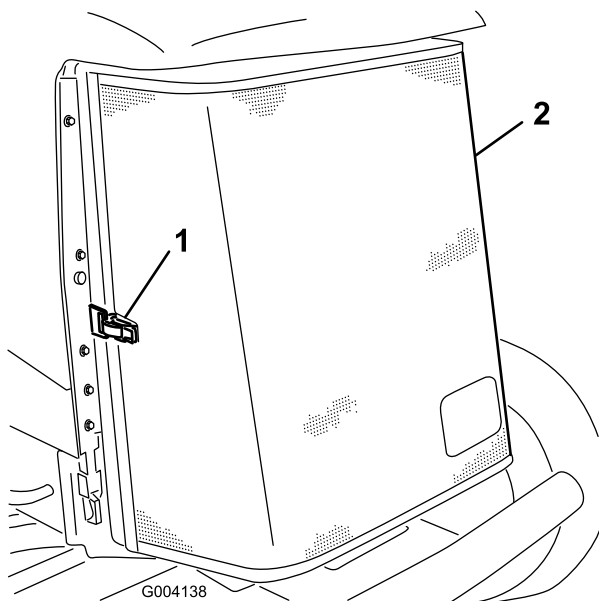

Figure 68
3. Déverrouillez l'attache et ouvrez la grille arrière (Figure 68).